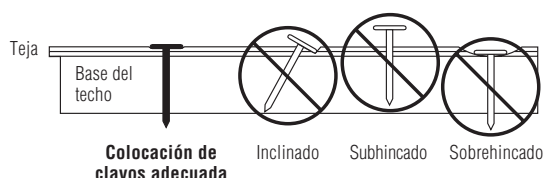

Figura 8-1: Sujeción de tejas para hilera de tres lengüetas
- ◆ Asegúrese de que todos los sujetadores se coloquen de forma recta, con la cabeza de los clavos al ras de la superficie de la teja y nunca afectando a la teja (Figura 8-1).